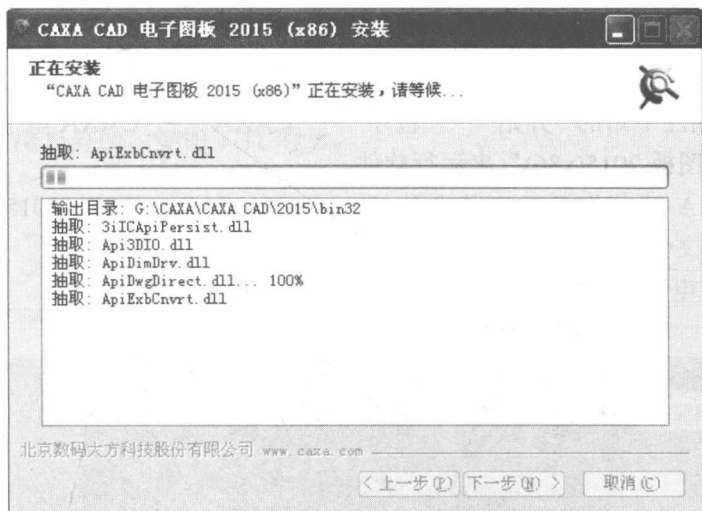

图 1-6 “正在安装”对话框
(5) 系统默认是安装在 C:\Program Files 下, 如果按这个路径进行安装, 则单击“安装”按钮即可; 如果需要安装在其它盘符下, 则可以在目标文件夹的文本框中直接进行修改, 例如修改成 G:\CAXA\CAXA CAD\2015, 再单击“安装”按钮, 系统弹出“正在安装”对话框, 如图 1-6 所示。